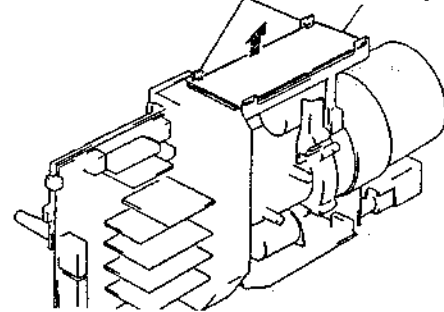

Abb. 2-96 Ausbau der Autofokus-Leiterplatte
### 4-2 Ausbau der Autofokus-Leiterplatte (Abb. 2-96, 2-97, 2-98, 2-99)
1. Zwei (2) Laschen freigegeben und die Schnittstellen-Leiterplatte in Pfeilrichtung aufklappen (siehe Abb. 2-96).